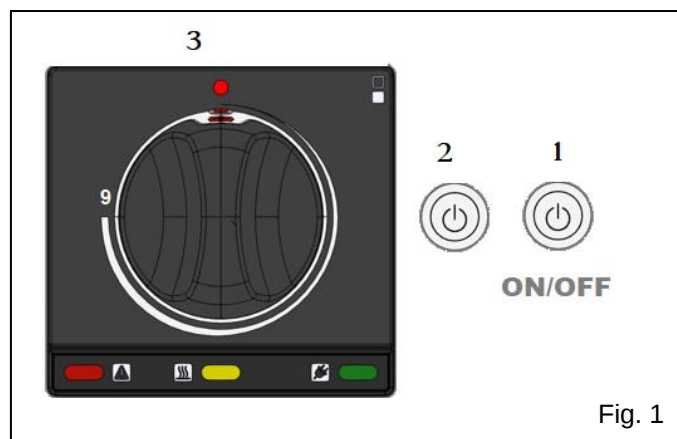

Fig. 1
3.1 Turning on (fig.1)
3.1 Allumage (fig.1)
3.2 Extinction (fig.1)
- Reporter la poignée (3) sur la position "O"
- Éteignez l'interrupteur (2).
- Éteignez l'interrupteur ON/OFF (1).
3.1 Einschalten (Abb.1)
3.2 Ausschalten (Abb.1)
- Bringen Sie den Knopf (3) wieder in die Position „O“.
- Schalten Sie den Schalter (2) aus.
- Schalten Sie den ON/OFF-Schalter (1) aus.